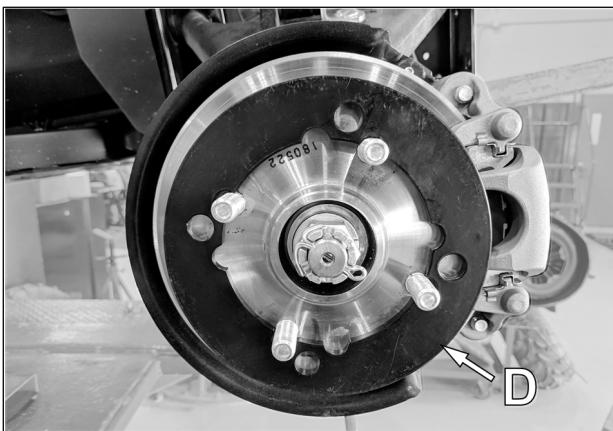

Fig. 17
6. Install spacer (D) on front wheel hub before installing Track system. See Fig. 17
6. Installer les espaces (D) sur les moyeux de roue avant d'installer les systèmes de traction. Fig. 17